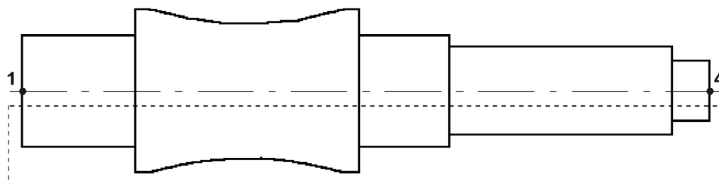

Рис. 40.8. Формирование рамки выбора
4. Нажмите кнопку **Выделить текущей рамкой**. Выделите нижнюю половину вала (рис. 40.8).